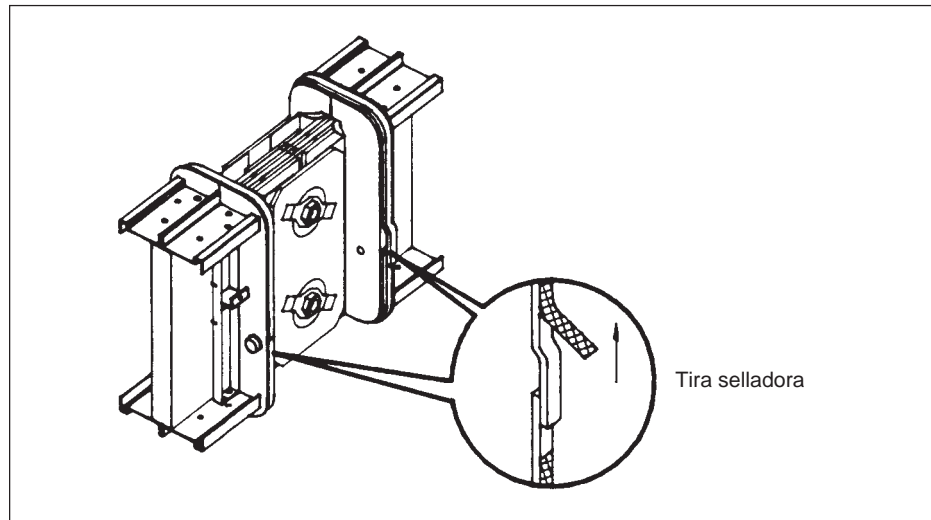

Figura 13
4. Prepare la unión para conectar las cubiertas (figura 13).